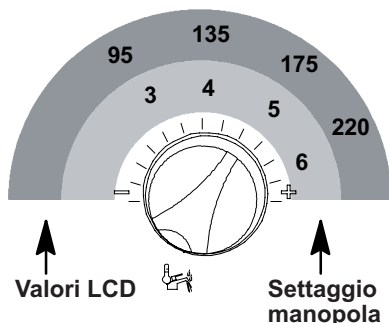

Fig. 7.23
- Allo spostamento della manopola regolazione temperatura sanitari in Fig. 7.23, corrisponde una visualizzazione dei parametri variati sull'LCD (per esempio la sequenza **P14** si alterna a **160**).